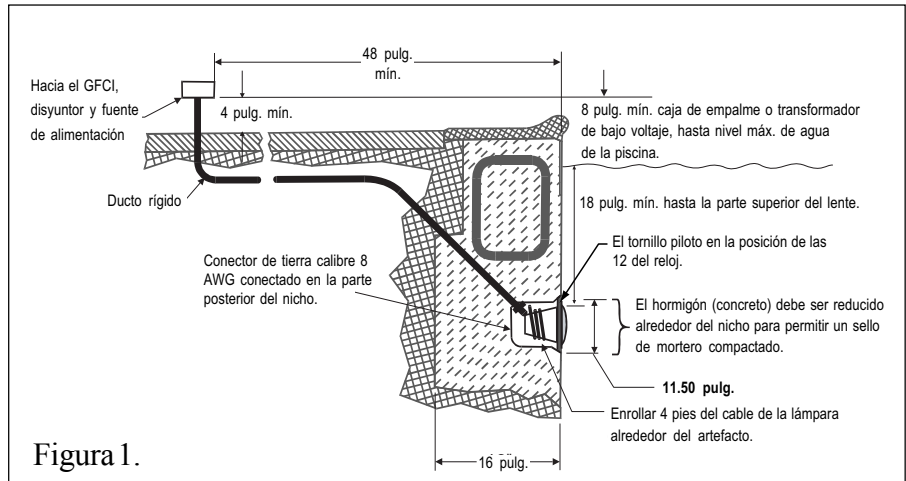

Figura 1.
A. Pasos de preparación que el electricista debe llevar a cabo antes de la instalación del artefacto de iluminación; véase la Figura 1.
- b. La caja de empalme (o el transformador de bajo voltaje en el caso de modelos de 12 voltios) debe estar ubicada a un mínimo de 20,32 cm (8 pulg.) por encima del nivel máximo de agua de la piscina y al menos 1,22 m (48 pulg.) del borde de la piscina; véase la Figura 1.
- d. El nicho en húmedo debe estar correctamente instalado de manera que el tornillo piloto se encuentre en la posición de las 12 del reloj y que el borde superior del lente de la lámpara subacuática se encuentre a un mínimo de 45,72 cm (18 pulg.) por debajo de la superficie del agua de la piscina; véase la Figura 1. [En Canadá, a una profundidad máxima de 50,8 cm (20 pulg.)].
- e. El nicho en húmedo debe tener conexión eléctrica apropiada y estar puesto adecuadamente a tierra mediante conector de tierra de calibre No. 8 AWG ubicado en la parte posterior del nicho; véase la Figura 1.
1. Alimente el cable a través del ducto hasta la caja de empalme, dejando por lo menos un tramo de 1,20 m (4 pies) en el punto del artefacto de iluminación para enrollar alrededor de la lámpara; véase la Figura 1. Este tramo de cable alrededor de la lámpara permite efectuar el mantenimiento de la misma una vez que la piscina esté llena de agua.
- d. El nicho en húmedo debe estar correctamente instalado de manera que el borde superior del lente de la lámpara subácuea se encuentre a un mínimo de 45,72 cm (18 pulg.) por debajo de la superficie del agua de la piscina; véase la Figura 1.
- e. El nicho en húmedo debe tener conexión eléctrica apropiada y estar puesto adecuadamente puesto a tierra mediante conector de tierra de calibre No. 8 AWG ubicado en la parte posterior del nicho; véase la Figura 1.
5. Deje por lo menos un tramo de 1,20 m (4 pies) para enrollarlo alrededor de la lámpara; véase la Figura 1. Este tramo de cable enrollado alrededor de la lámpara permite efectuar el mantenimiento de la misma una vez que la piscina esté llena de agua.